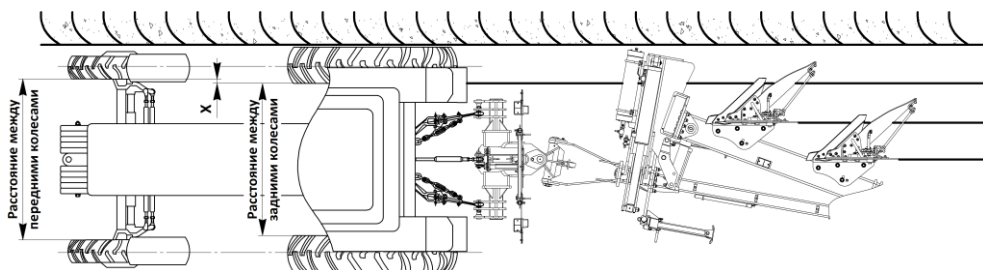

Рисунок 4 – Рекомендуемое расстояние между шинами колес трактора
5.1.1 Рекомендуемое расстояние между шинами колес трактора (рисунок 4)